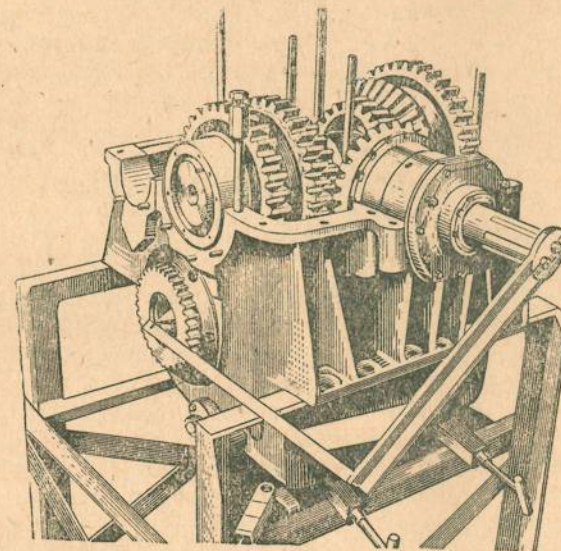

Рис. 118. Проверка размера и подбор прокладок на торец ведущего вала коробки перемены передач
22. Установить в торцовые отверстия главного вала специальные центры и, прикрепив к торцу ведущего вала специальный шаблон (рис. 118), определить расстояние от оси главного вала до торца ведущего вала. Нормально размер должен быть 526—1 мм. Сопоставив расхождение риски шаблона с острием центра, под-